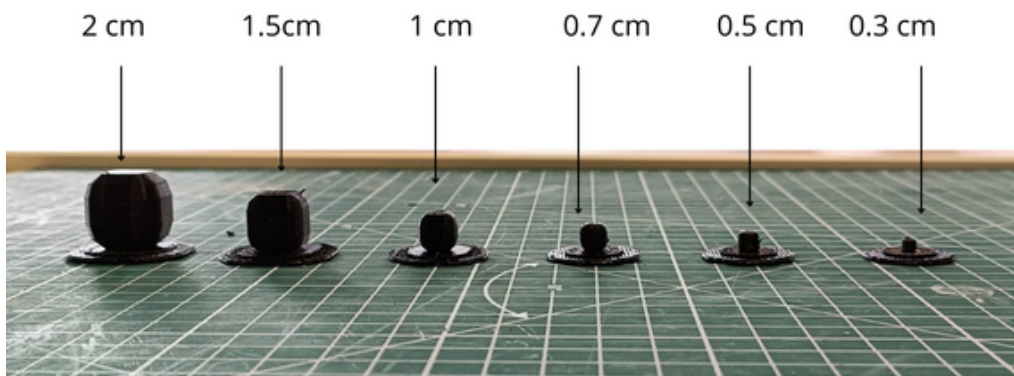

Figure 1: Surface à reconstruire
- Le fichier stl de la surface à reconstruire se trouve dans le dossier cubes du dossier test_integration du répertoire TPS-PI09-repository. La surface est constituée de 6 cubes de tailles différentes, chacun dans un fichier intitulé cube 1.stl, le chiffre variant de 1 à 6. Chaque cube doit être imprimée en 3D (Figure 1).